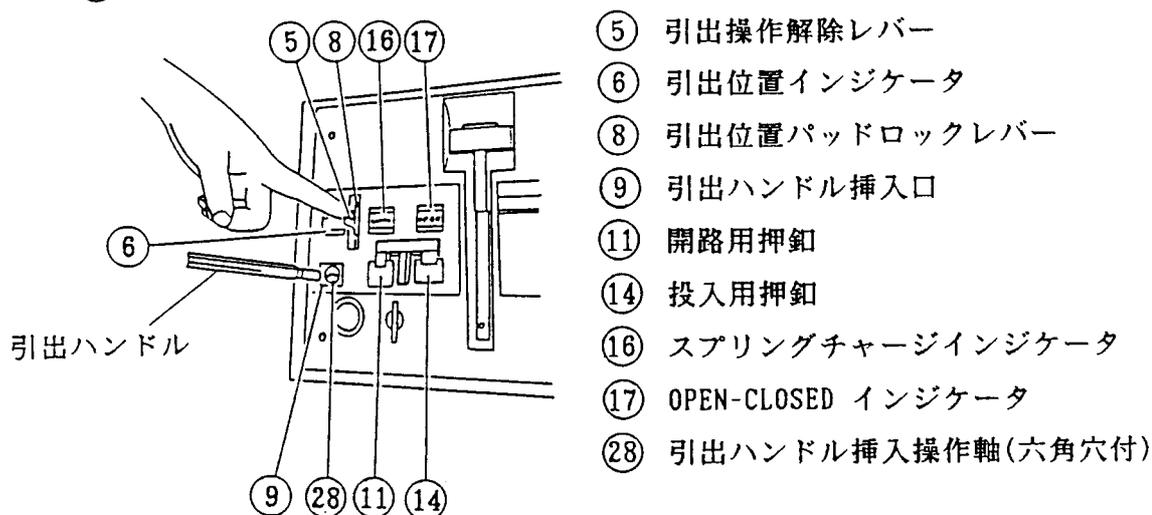

図 18. 引出ハンドル挿入口をあける方法
閉路(「CLOSED」)のときは、開路用押釦(図18 ㉓)を押して開路して下さい。
- 3) 引出操作解除レバー(図18 ㉑)を下側へ倒すと、引出ハンドル挿入口(図18 ㉑)のシャッターが開きます。
- 4) 引出ハンドルを引出ハンドル挿入操作軸(六角穴付)(図18 ㉒)に差し込み、反時計方向(銘板表示「OUT」方向)にまわすと、遮断器が引出されます。
このとき、引出操作解除レバー(図18 ㉑)は上側へ復帰しますが、そのまま、引出操作を進めて下さい。
引出位置インジケータ(図18 ⑥)は「TEST」を表示します。
1-2. 試験位置から断路位置への引出(SHEET NO.27 図18参照)
- 1) 遮断器を試験位置に引出した後、再度引出操作解除レバー(図18 ⑤)を下側へ倒して下さい。
このとき引出操作解除レバー(図18 ⑤)は上側へ復帰しますが、そのまま引出操作を進めて下さい。遮断器が断路位置まで引出されると、「カチッ」と機械音がして、遮断器はロックされ、引出ハンドルはまわすことができなくなります。引出位置インジケータ(図18 ⑥)は「ISOLATED」を表示します。